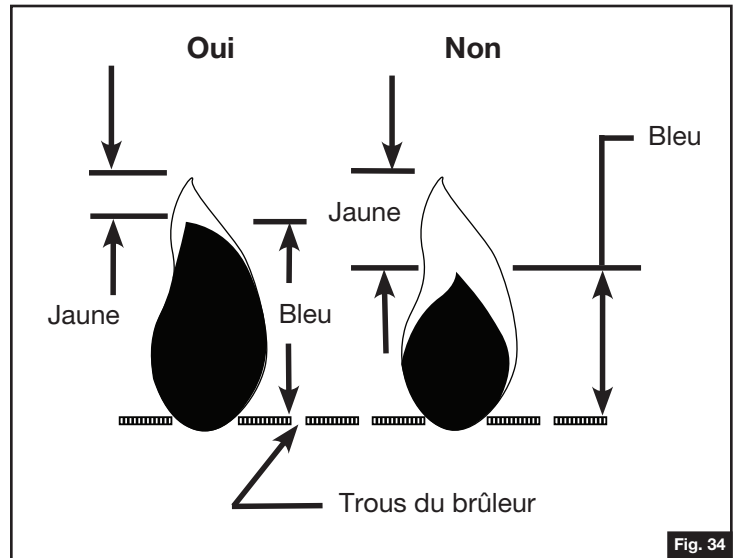

Fig. 34
- Les flammes doivent être identiques à la flamme correcte de la fig. 34 et se présenter comme suit: